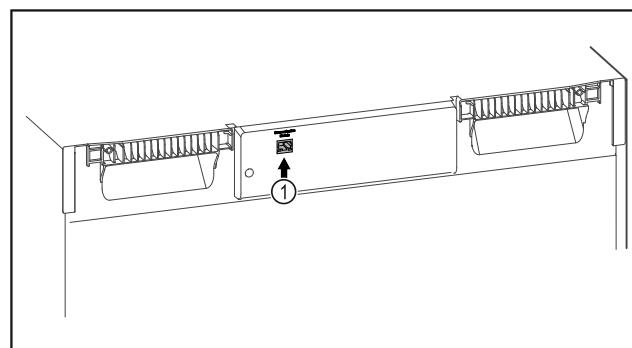

Fig. 86
SmartModule Fig. 86 (1) je nasadený.